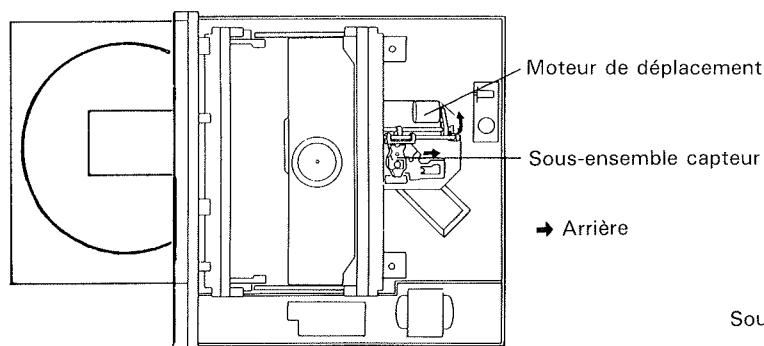

Fig.2
3. Amener le sous-ensemble capteur dans la position illustrée par la figure 2.